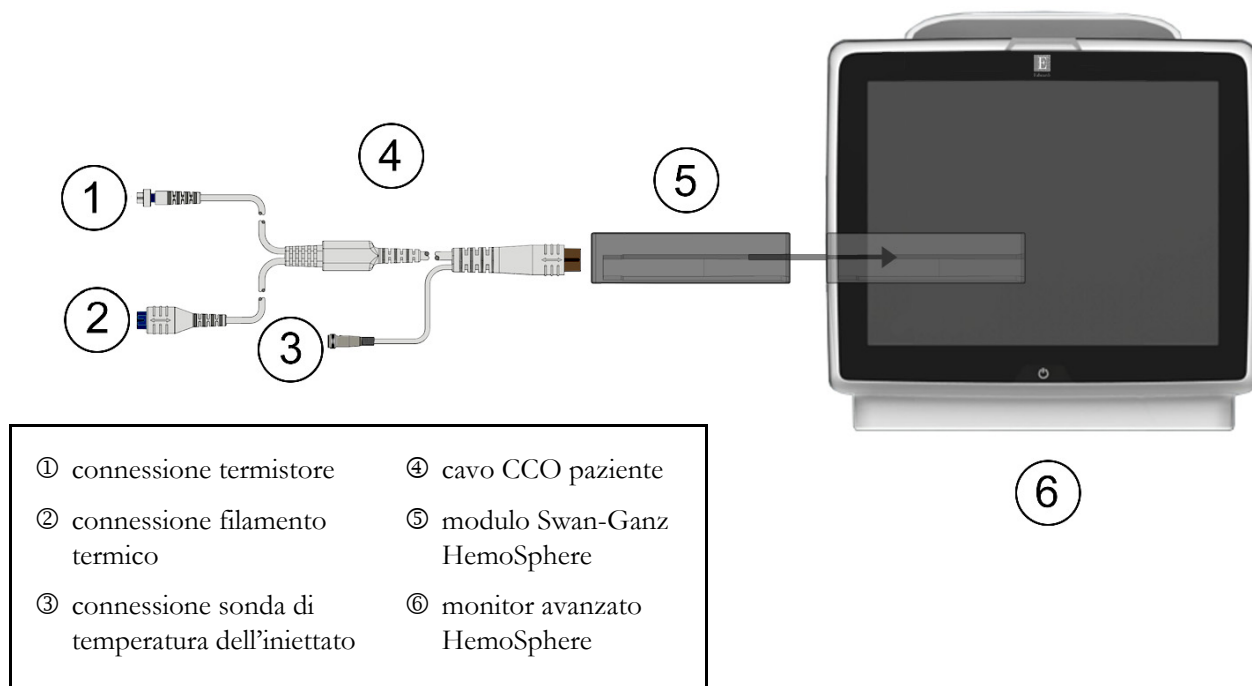

Figura 4-1 Panoramica della connessione di monitoraggio del modulo Swan-Ganz HemoSphere
Fare riferimento alla figura 4-1 per le connessioni di monitoraggio del modulo Swan-Ganz HemoSphere.
- 1 Collegare le connessioni del termistore ① e del filamento termico ② del catetere CCO Swan-Ganz (figura 4-1) al cavo CCO paziente.
- 1 Collegare la connessione del termistore del catetere Swan-Ganz (①, figura 4-1) al cavo CCO paziente.
- 2 Collegare la sonda di temperatura dell'iniettato al connettore della sonda di temperatura dell'iniettato ③ sul cavo CCO del paziente. Il tipo del sistema di iniezione (in linea o a immersione) viene rilevato automaticamente.
- 1 Collegare le connessioni del termistore ① e del filamento termico ② del catetere volumetrico Swan-Ganz (figura 4-1) al cavo CCO paziente.